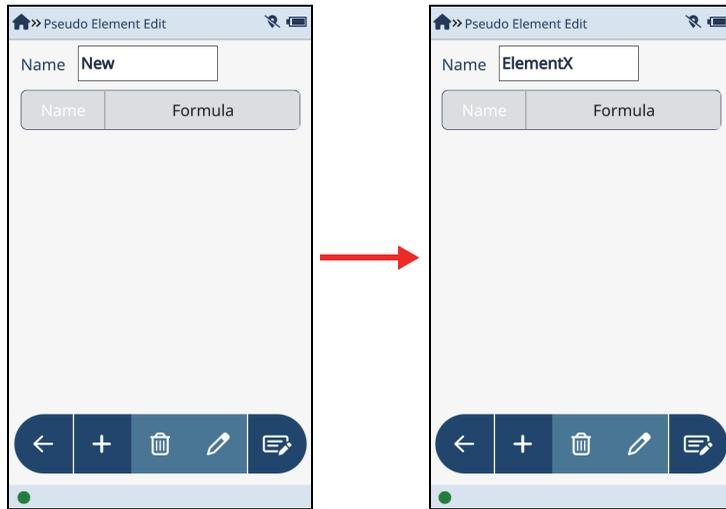

图 2-47 伪元素编辑屏幕
3. 在**Pseudo Element Edit**（伪元素编辑）屏幕中（参见第61页的图 2-47），点击**Name**（名称）框，并输入模型名称。